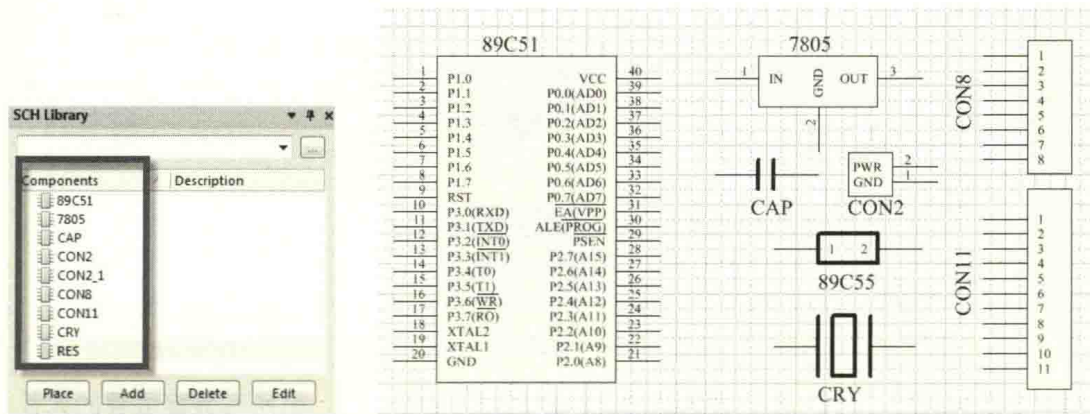

图 4-114 创建的元件及图形
(6) 重复第(1)步至第(5)步的操作，完成对元件“7805”、“CAP”、“CON2”、“CON8”、“CRY”、“RES”及“CON11”的创建，如图 4-114 所示。